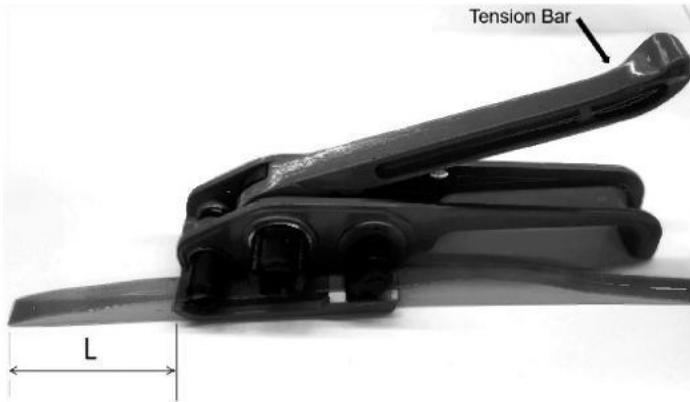

Abb.1
1. Umreifung Spanner siehe FIG.1, Presse Die Zugstange und Ladungsumreifung , $L \geq 3$ Zoll (8 cm).